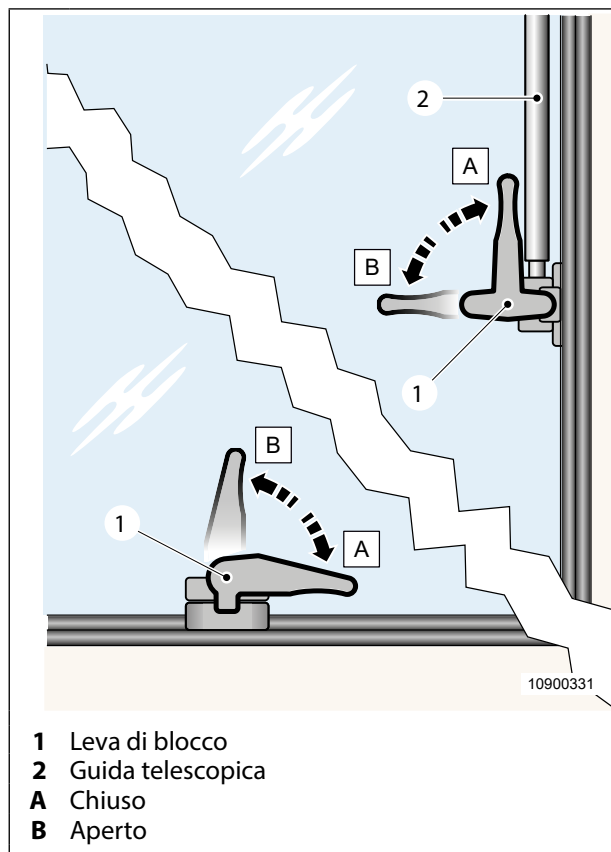

Fig. 18 Apertura/chiusura dei finestrini a compasso
1. Girare la leva di blocco (Fig. 18, pos. 1) nella posizione B.
2. Aprire i finestrini a compasso fino alla posizione desiderata. La guida telescopica (Fig. 18, pos. 2) si innesta automaticamente.
3. Girare la leva di blocco (Fig. 18, pos. 1) nella posizione A.